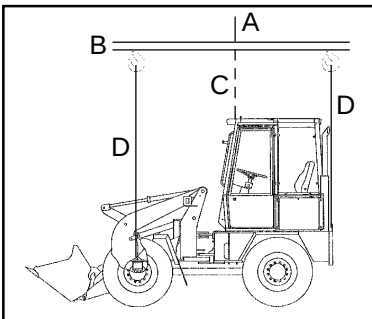

Bild 7-4
- Der Aufnahmepunkt (7-4/A) des Tragmittels (7-4/B) muß genau senkrecht über dem Schwerpunkt (7-4/C) des Gerätes liegen (siehe Bild 7-4), damit sich das Lastaufnahmemittel **waagrecht** über der Längsmittelachse des Gerätes befindet.
(7) Mettre le commutateur de direction (4-13/5) dans la position "0".
(8) Actionner l'interrupteur des feux de détresse (4-14/17).
(9) Desserrer le frein de parking (4-13/3).
- Le point de levage (7-4/A) du moyen de levage (7-4/B) doit être exactement à la verticale du centre de gravité (7-4/C) de l'engin (voir figure 7-4), de manière à ce que le moyen de levage soit **horizontal** et parallèle à l'axe longitudinal de l'engin.
(7) Change over switch for steering in position "rear axle steering" (4-13/5).
(8) Operate the toggle switch for hazard flasher system (4-14/17).
(9) Release the parking brake (4-13/3).
- The lifting point (7-4/A) of the lifting device (7-4/B) must be located vertically and directly above the center of gravity (7-4/C) (see figure 7-4) of the loader so that the lifting device is located **horizontally** above the longitudinal axis of the loader.